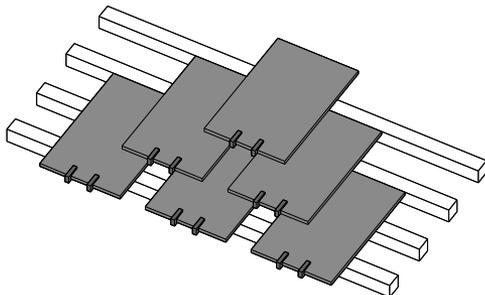

fig. 7.41
- La **pose à claire-voie ordinaire** dans laquelle chaque rang est constitué d'ardoises espacées d'un tiers de largeur d'ardoise environ. Le recouvrement des ardoises amont sur les ardoises aval est semblable à celui de la pose à pureau entier (fig. 7.41).